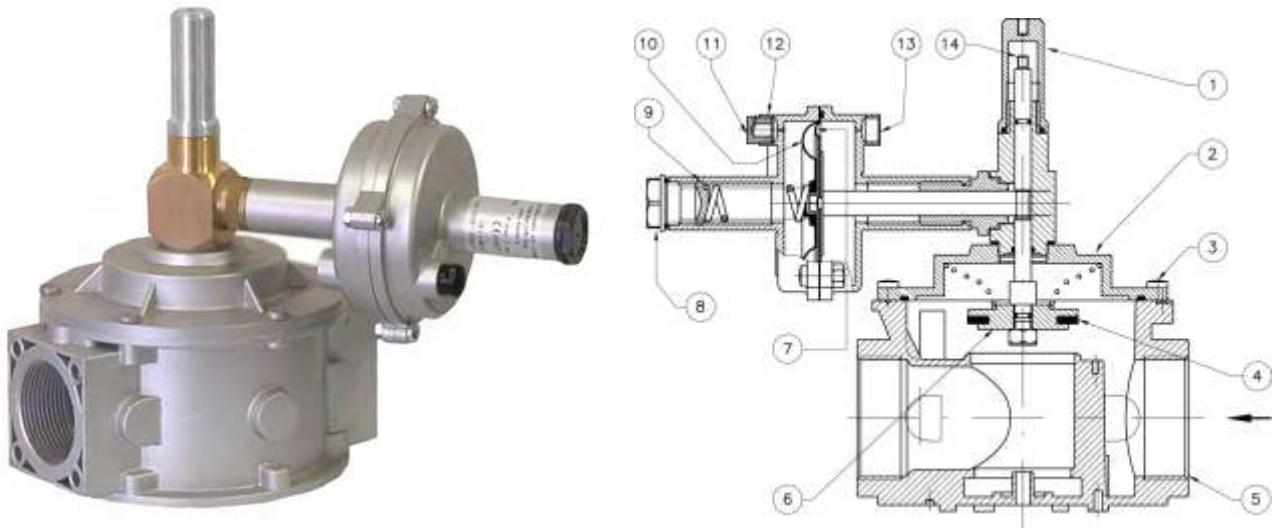

Рис. 1
Клапан (рис. 1) состоит из: рычаг механизма взвода / защитный колпачок (1); крышка (2); винты крепления крышки (3); уплотняющая прокладка (4); корпус (5); затвор (6); рабочая мембра (7); алюминиевый колпачок (8); регулировочный винт (9); защитная мембра (10); пылезащитный колпачок (11); отводящий патрубок G 1/4" для вывода наружу (при необходимости) (12); патрубок G 1/4" для подключения к системе после редуктора (13); стержень механизма взвода (14).